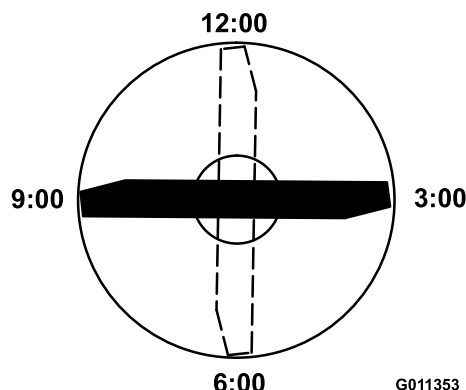

Figura 73
4. Orientate il tagliente dell'estremità marcata della lama sulle ore 12 (esattamente in avanti, nel senso di falciatura) (Figura 73) e misurate l'altezza tra il banco e il tagliente della lama.
5. Ruotate l'estremità marcata della lama sulle ore 3 e sulle ore 9 (Figura 73) e misurate le rispettive altezze.